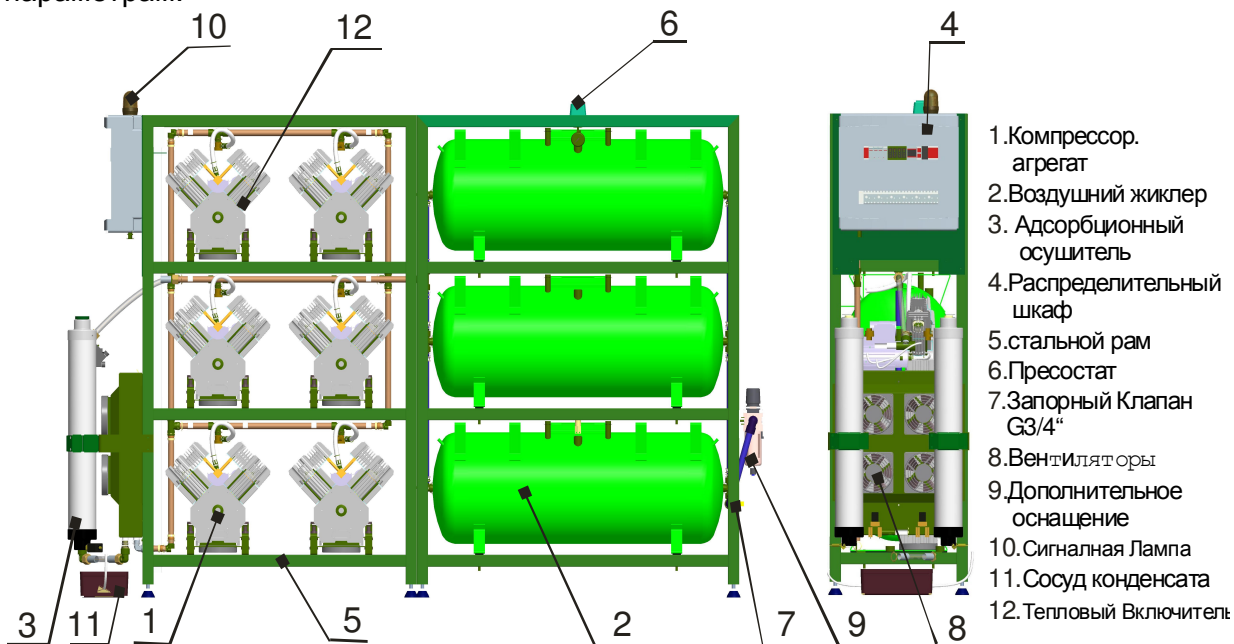

Рис. 1 DK50 6x2VT/M
Комплект состоит из 4, 6, 9 или 12 безмасляных, поршневых, двухцилиндровых компрессоров (1), размещенных на неподвижной стальной раме (5) (рис. 1). На подобной раме размещены два или три напорных резервуара, соединенных пневматически – ресиверы (2) с соответствующими пневматическими принадлежностями. К боковой стене рамы прикреплен адсорбционный осушитель воздуха типа MONZUN (3). Над ним расположен электрический распределительный шкаф (4), в котором находятся элементы для управления работой компрессоров и осушителя, и защита двигателей от перегрузки и короткого замыкания. На выходе из ресивера расположен запорный клапан G3/4" (7).
- пневматические распределительные сети соединить в точке (C) (рис.3). Только для DK50 12x2VT/M , DK50 15x2VT/M , DK50 18x2VT/M в точке (E) (рис.6) и присоединить оборудование к распределительной сети напорного воздуха на выходе шарового клапана с резьбой G3/4" (рис. 1).